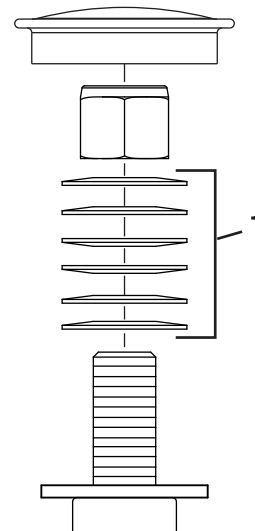

Figura 55
3. Togliete il coperchietto antipolvere dalla ruota orientabile e serrate il dado di bloccaggio (Figura 55).
4. Serrate il dado di bloccaggio finché le rondelle elastiche non sono piatte, quindi allentate di un quarto di giro per mettere a punto il precarico sui cuscinetti (Figura 55).
Importante: Verificate che le rondelle elastiche siano correttamente montate, come riportato nella Figura 55.
5. Montate il coperchietto antipolvere (Figura 55).